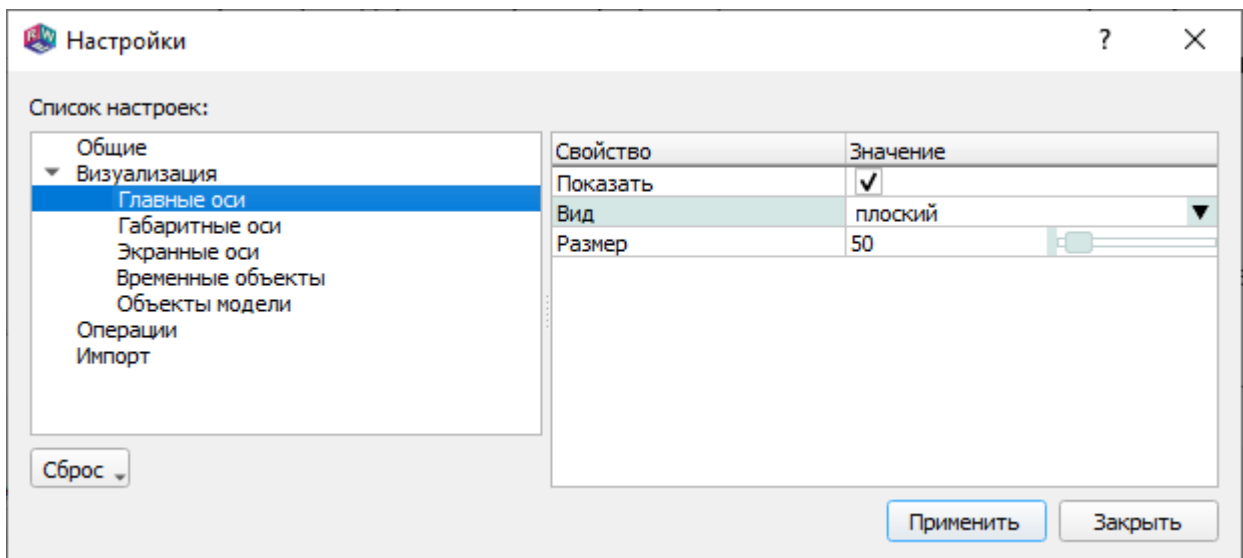

Рис. 194
17.3.2.1. Вид страницы настроек главных осей геометрической модели показан на рис. 194.